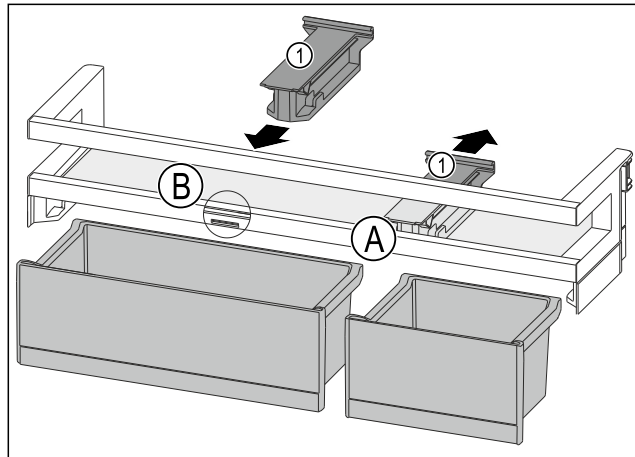

Fig. 168
- ▶ Снимите крепление Fig. 168 (1) в позиции Fig. 168 (A), отодвинув его назад.
- ▶ Установите крепление Fig. 168 (1) в позиции Fig. 168 (B).